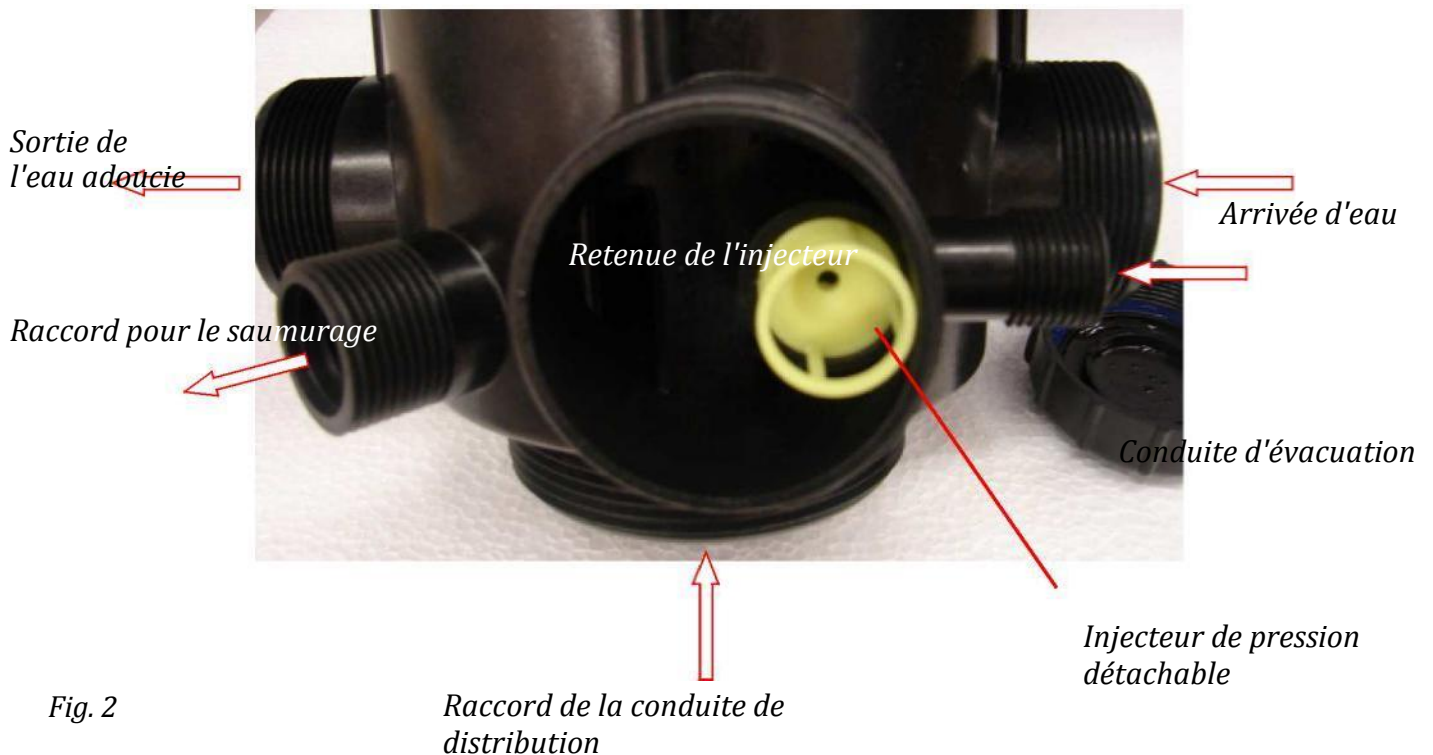

Fig. 2
Contient le mécanisme de régénération des résines qui peut être commandé par des minuteries ou par le volume de l'eau consommée (voir la fig. 2).
6. Raccordez les conduites d'entrée et de sortie du dispositif d'adoucissement tel qu'indiqué par les flèches sur la vanne. (Fig. 2 et 4, selon le modèle)